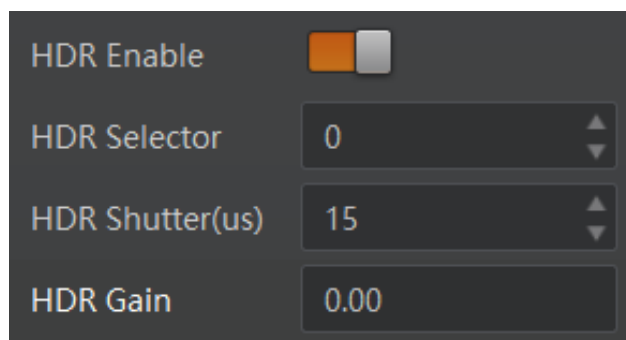

图7-22 HDR 设置
2. 选择 *HDR Selector*，调整 *HDR Shutter* 参数和 *HDR Gain* 参数的数值，分别对每一组参数进行设置，如图 7-22 所示。